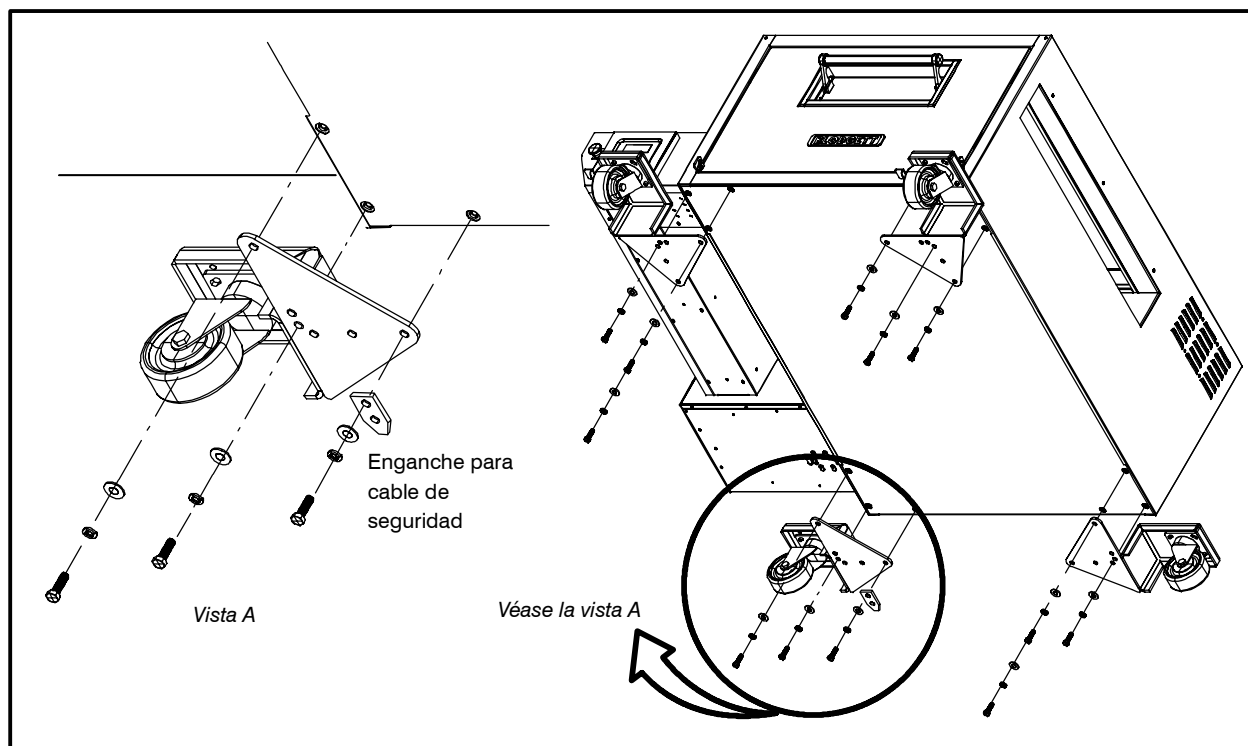

Figura 5
1. Monte las patas o ruedas giratorias del horno, empleando tornillos ranurados de 3/8-16 x .125, arandelas de seguridad y arandelas. La orientación correcta de las ruedas giratorias se indica en la Figura 5.
En los modelos de gas, atornille a la rueda trasera izquierda un enganche para el cable de seguridad encargado de impedir sobretensiones en la manguera de gas, tal y como se indica en la Figura 5.